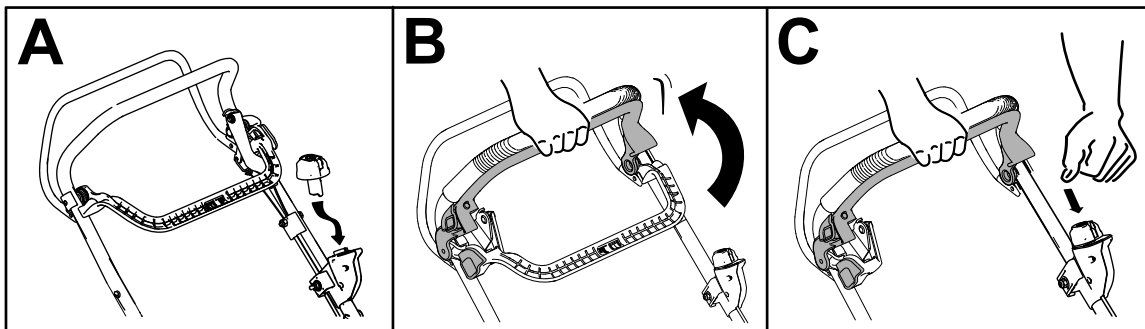

Figura 14
2. Insira o botão de arranque elétrico no interruptor do arrancador elétrico (A de Figura 14).
3. Insira a barra de controlo da lâmina e segure-a contra a pega (B de Figura 14).
4. Pressione o botão de arranque elétrico e mantenha-o pressionado até que o motor arranque (C de Figura 14).